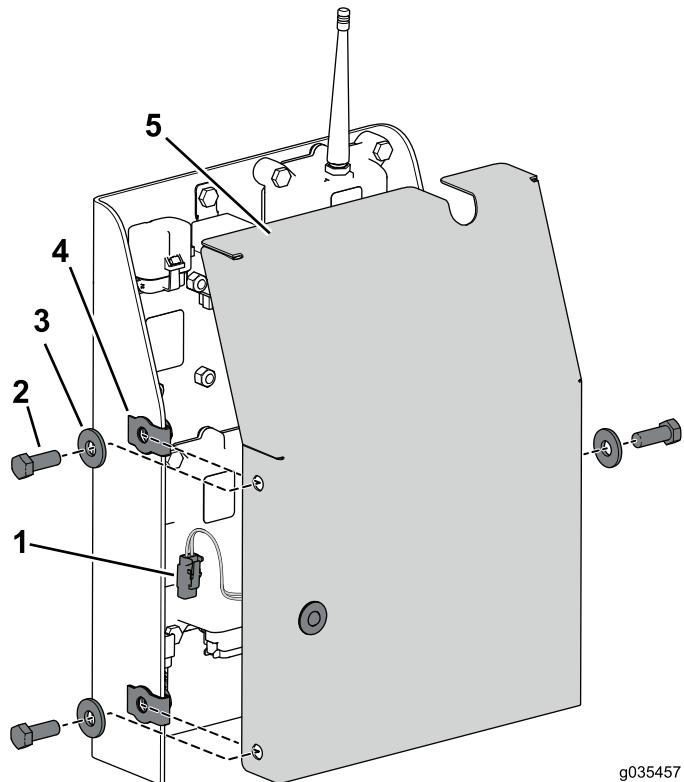

図 26
- インジケータランプをワイヤハーネスに接続する図 26。
- カバーをコンパートメントに固定する先ほど外したボルト3/8 x 1インチとナットを使う図 26。